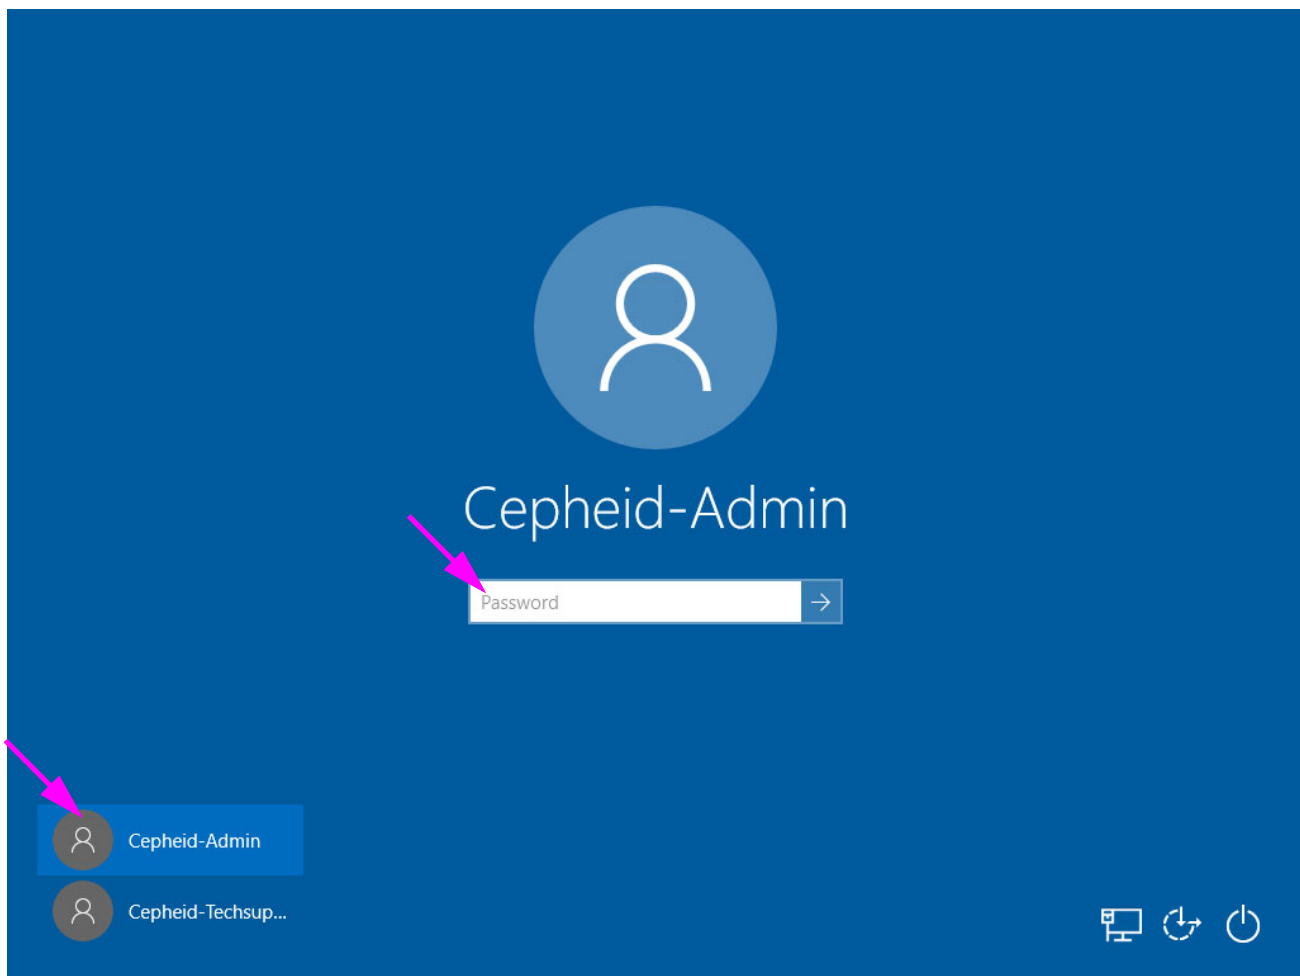

Figura 5-6. Ecrã de contas e palavra-passe do Windows 10
1. No Windows 10, após o arranque, aparece o ecrã de bloqueio do Windows. Ver Figura 5-5. Clique em qualquer ponto do ecrã para apresentar o ecrã de contas e palavra-passe do Windows. Ver Figura 5-6.
A conta **Cepheid-Admin** é utilizada para todas as tarefas do cliente, tais como a execução de testes, configuração do sistema e atualizações do software. A conta **Cepheid-Techsupport** destina-se a ser utilizada apenas pela Assistência técnica da Cepheid. Ver Figura 5-6.
2. No ecrã de contas e palavra-passe do Windows, selecione a conta de utilizador **Cepheid-Admin** (ver Figura 5-6).
3. No ecrã de conta e palavra-passe do Windows 10 (ver Figura 5-6), introduza a palavra-passe que lhe foi atribuída pelo administrador do sistema.